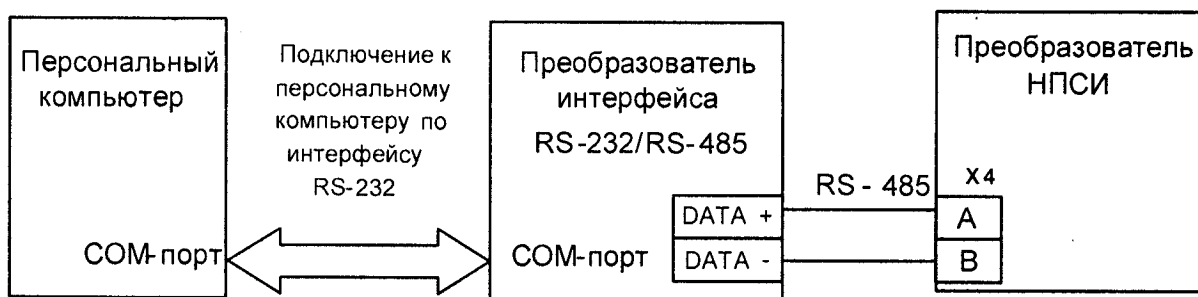

Рисунок 6.3 – Схема подключения преобразователей к компьютеру через последовательный коммуникационный интерфейс RS-485
- Подключить проверяемый преобразователь к COM-порту персонального компьютера с помощью преобразователя интерфейса RS-485/RS-232 (см рисунок 6.3);
- Считать преобразователь выдержавшим поверку, если выполняется условие (6):